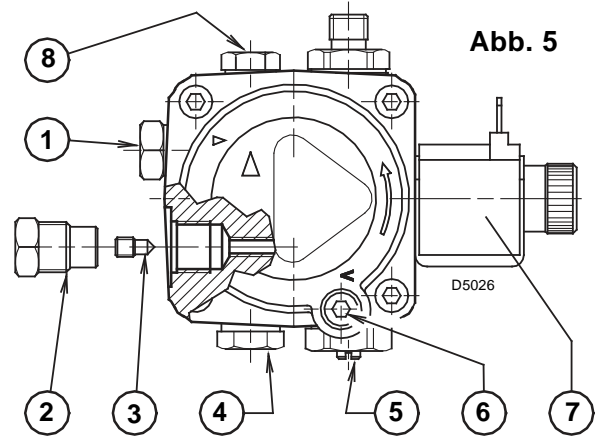
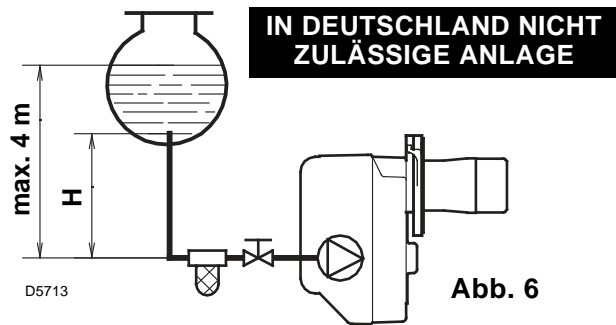
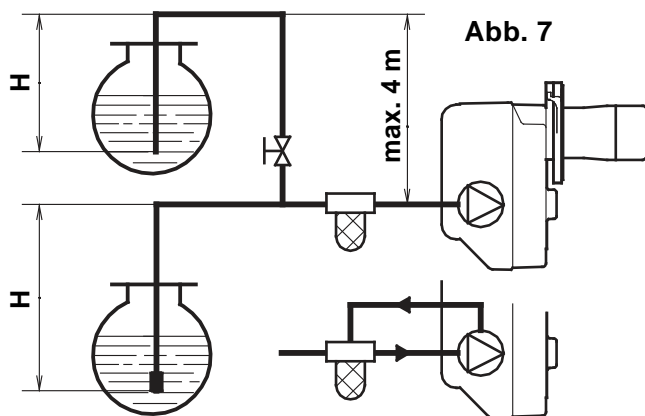
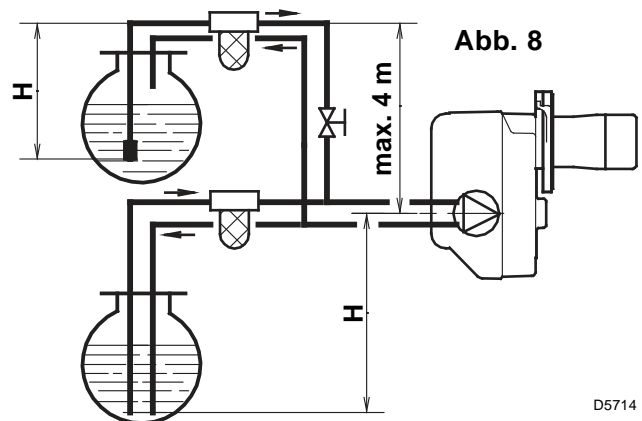

Abb. 5
Abb. 6
Abb. 7
Abb. 8
- Die Pumpe ist werksseitig für den Zweirohr-Betrieb eingerichtet. Wird ein Pumpen-Einrohrbetrieb für notwendig erachtet, so ist der Rücklauf-Schlauchleitungsstopfen (2) zu lösen und die By-pass Schraube (3) zu entfernen. Danach ist der Rücklauf-Schlauchleitungsstopfen wieder einzuschrauben. (Siehe Abb. 5).
Bei der in Abb. 6 dargestellten Anlage ist es ausreichend, wenn man den Vakuummeteranschluß (5, Abb. 5) lockert und das Austreten des Brennstoffes abwartet. Bei den in Abb. 7 und in Abb. 8 dargestellten Anlagen den Brenner starten und das Auffüllen abwarten. Sollte vor Eintritt des Brennstoffes eine Störabschaltung erfolgen, mindestens 20 Sekunden warten und danach den Vorgang wiederholen.
Bei den Anlagen nach Abb. 8, empfehlen wir, die Ölrücklauf-Leitung in gleicher Höhe wie die Saugleitung im Tank enden zu lassen. Es kann auf ein Fußventil in der Saugleitung verzichtet werden. Endet die Rücklauf-Leitung über dem Ölniveau wird auf der Saugseite zwingend ein Fußventil benötigt, wobei dieses dann bei Verschmutzung Probleme verursachen kann.
Wird werksseitig auf 12 bar eingestellt. Veränderungen werden mit Hilfe der Schraube (4, Abb. 5, Seite 4) vorgenommen.